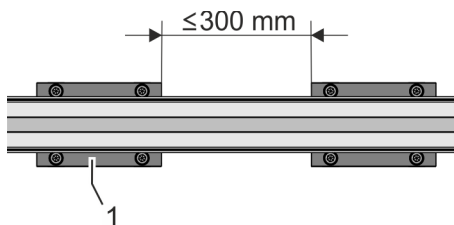

Abb. 19: Klemmleisten positionieren
2. → Sicherstellen, dass bei Maximalbelastung ein Abstand von 300 mm zwischen den Klemmleisten (Abb. 19/1) nicht überschritten wird.